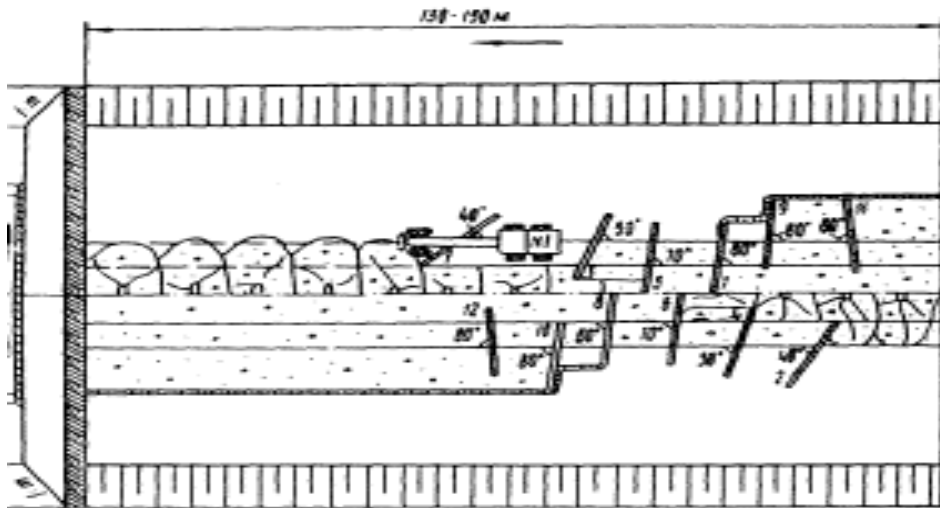

Рис. 18
24. На рис. 18 представлена технологическая схема работы автогрейдера